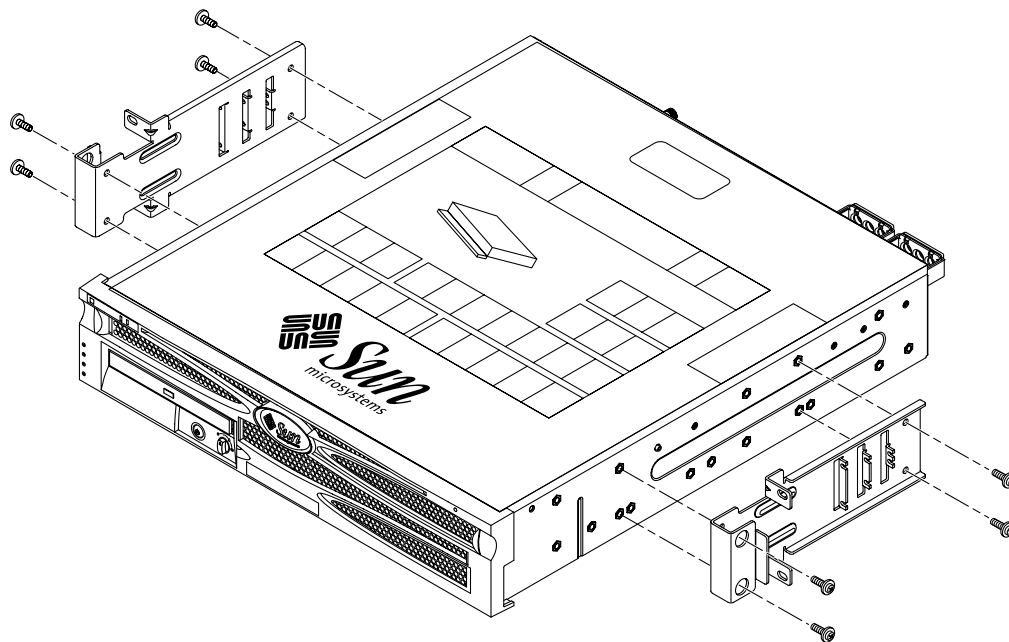

図 3-31 サーバー側面への側面固定部品の取り付け
2. 各側面固定部品に M5×10 SEM ねじを 4 本ずつ使用して、サーバーの側面に側面固定部品を取り付けます (図 3-31 を参照)。